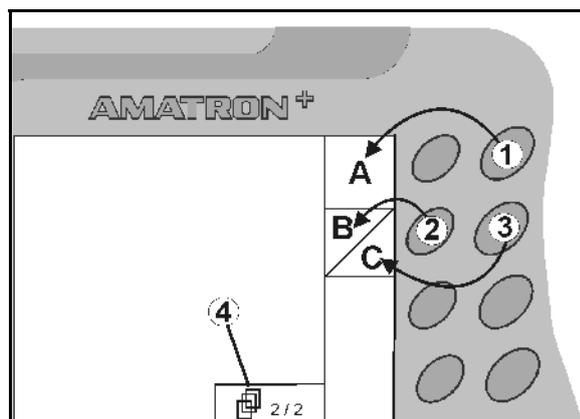

Fig. 8
- Si aparecen campos cuadrados en la pantalla, sólo está asignada la tecla derecha (Fig. 8/1) al campo de función (Fig. 8/A).
- la tecla izquierda (Fig. 8/2 está asignada al campo de función superior izquierda Fig. 8/B).
- la tecla derecha (Fig. 8/3) está asignada al campo de función inferior derecha (Fig. 8C).
<ul style="list-style-type: none"> <li>• Navegar en otras páginas del menú (sólo es posible cuando el símbolo (Fig. 8/4) aparece en la pantalla)</li> <li>• Menú de memorización del joystick multifuncional</li> </ul>